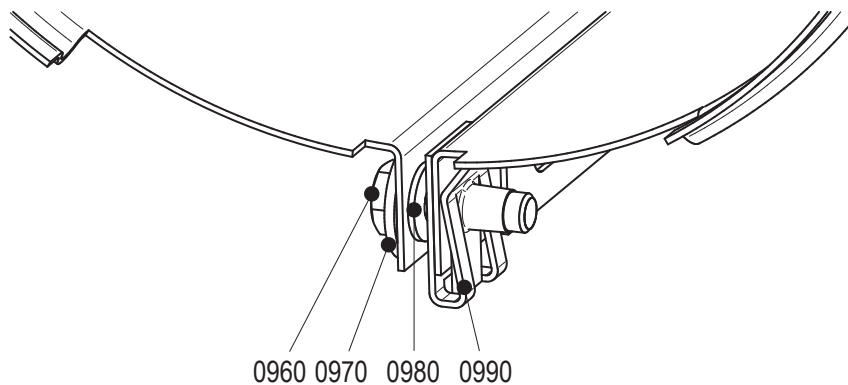

Bild 12: Justering mantel.
- 1 Ta loss skruvarna (0960). Se bild 12.
- 3 Stäng manteln och sätt i skruv (0960). Se bild 12.
- 5 Stäng manteln och sätt i skruv (0960). Se bild 12.